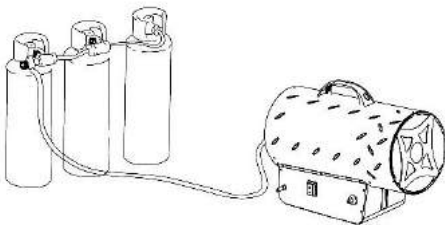

figura 1
- 1.9. Dacă încălzitorul trebuie să funcționeze o perioadă lungă de timp la capacitatea sa maximă, este posibil să se formeze gheață pe cilindru. Acest lucru se datorează retragerii excesive de vapori. Nu din acest motiv sau pentru oricare altul, cilindru trebuie încălzit. Pentru a evita acest efect sau cel puțin pentru a-l reduce, utilizați un cilindru mare sau doi cilindri legați între ei (Figura 1)